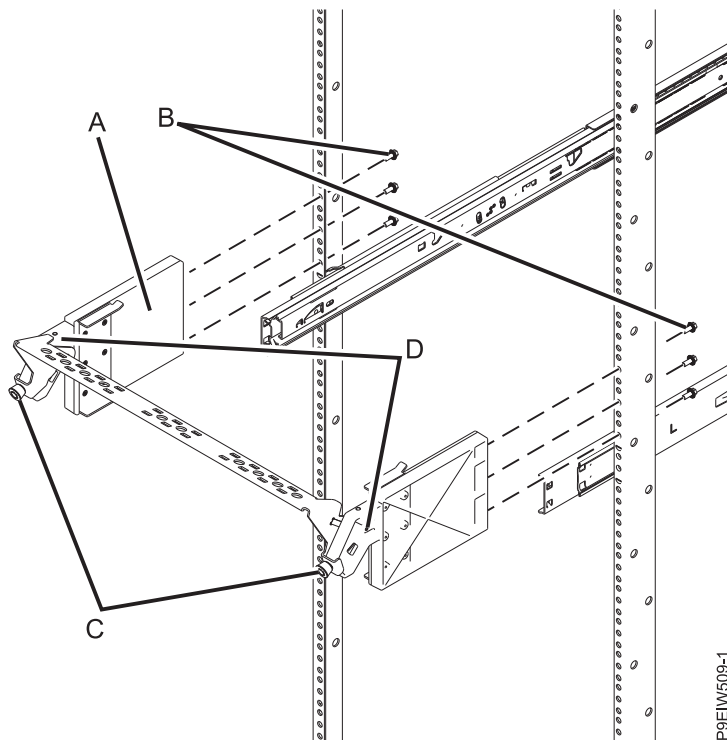

Figure 11. Raccordement du crochet de routage des câbles à l'armoire
3. Assemblez le crochet de routage des câbles en fixant la barre de routage des câbles aux crochets de routage des câbles à l'aide de deux vis M3 (D), comme illustré à la figure 11, à la page 14.
- a. A l'arrière de l'armoire, maintenez un côté du crochet de routage des câbles assemblé (A) contre la bride d'armoire. Assurez-vous que le crochet de routage des câbles est aligné avec les emplacements que vous avez marqués à l'étape 2.
- b. Depuis l'intérieur de l'armoire, installez trois vis (B) en les faisant passer par les brides d'armoire et en les insérant dans le crochet de routage des câbles (A), comme illustré à la figure 11.
5. Ajustez le crochet de routage des câbles en fonction de vos besoins en retirant les vis moletées (C) et en inclinant le crochet de routage des câbles, comme illustré à la figure 11.